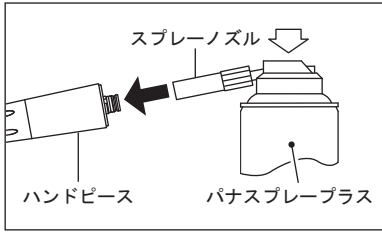

図8
- 3) スプレーノズルをハンドピース後部へ挿し込み、ハンドピースを押さえて、ハンドピース先端よりオイルが出るまで2～3秒スプレーします。注油は先端から異物等の汚れが出なくなるまで繰り返します。（図8）